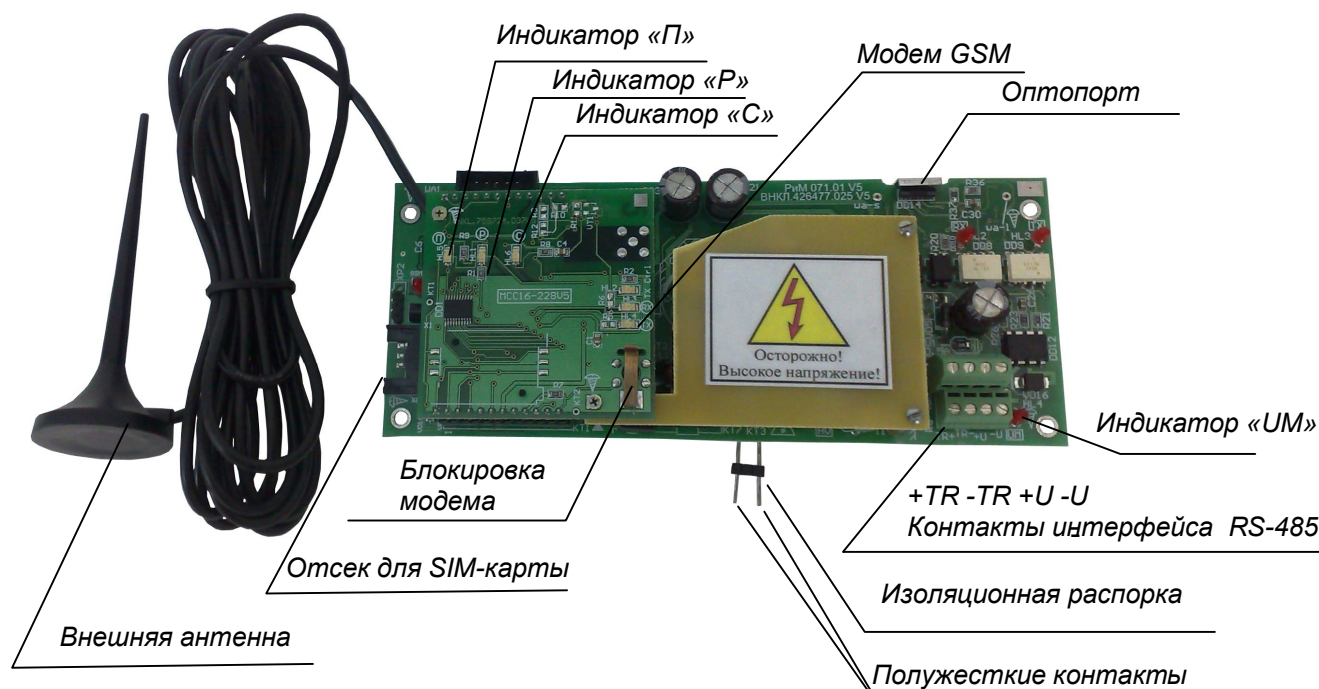

Рисунок 1- Коммуникатор РиМ 071.01 и его основные составные части
5.3 Рекомендуется до установки коммуникатора вставить SIM-карту в отсек, расположенный на левом торце платы коммуникатора (см. рисунок 1).
- 5) Осмотреть устанавливаемый коммуникатор. На коммуникаторе не должно быть видимых механических повреждений, царапин. Изоляционную распорку (см. рисунок 1) на полужестких контактах питания сдвинуть на середину контактов.
8.3 В отверстия на крышке интерфейсного отсека выведены светодиодные индикаторы «П», «Р», «С» (см. рисунок 1), назначение которых описано в таблице 2.
Прочие индикаторы коммуникатора (см. рисунок 1) являются служебными и служат для указания процессов обмена данными внутри коммуникатора.